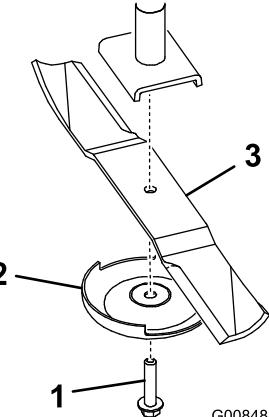

Figura 4
- 12. Installate le lame, le coppe antistrappo e i bulloni delle lame (**Figura 4**). Serrate i bulloni delle lame a un valore compreso tra 115 e 149 N·m.